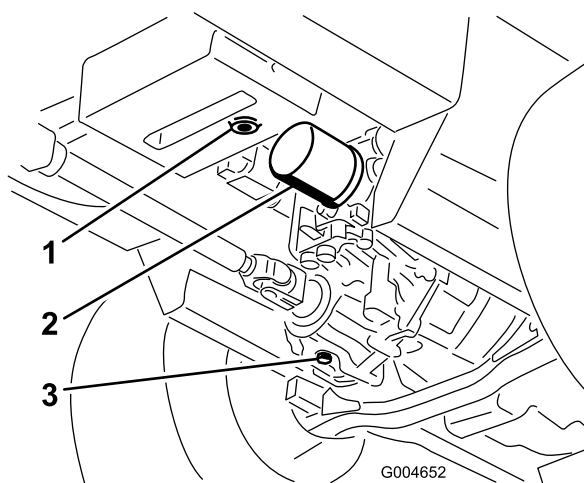

Figura 64
4. Pulite attorno al filtro dell'olio idraulico e rimuovete il filtro (Figura 64).
3. Mettete una bacinella grande sotto il serbatoio idraulico e la scatola della trasmissione, togliete i tappi e lasciate defluire tutto il fluido idraulico (Figura 64).